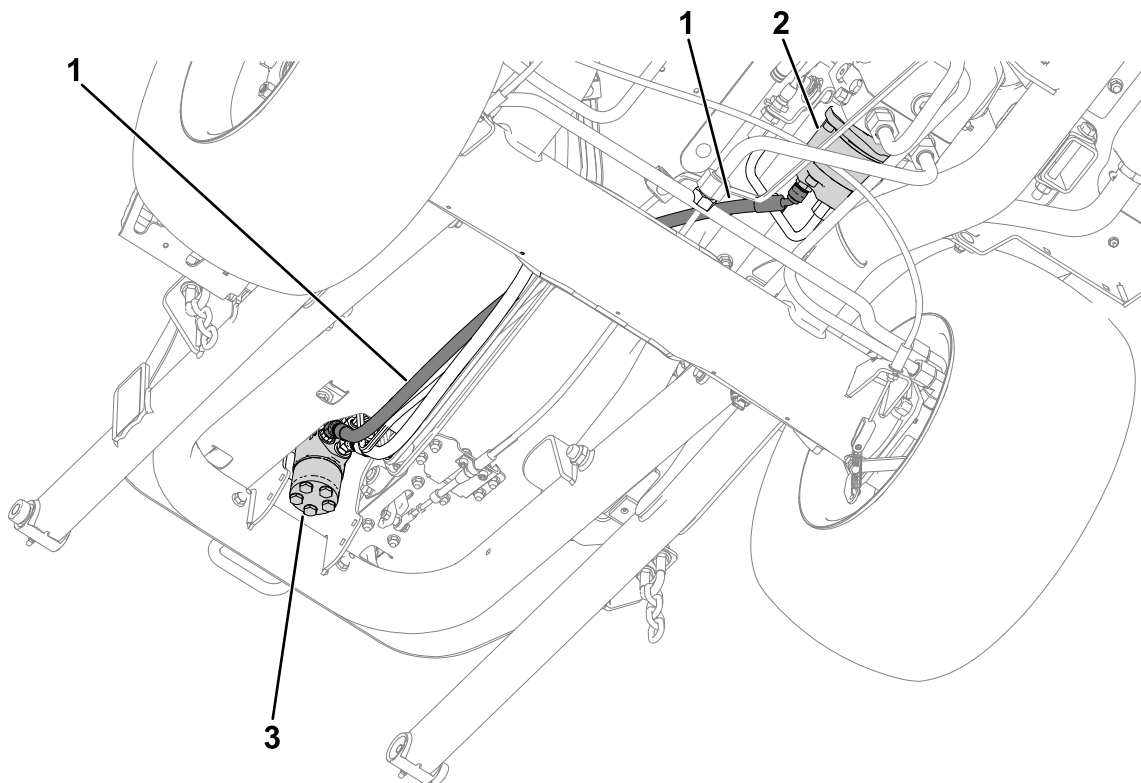

Figura 11
5. Asegúrese de que la manguera hidráulica se dirige tal y como se muestra en la Figura 11.